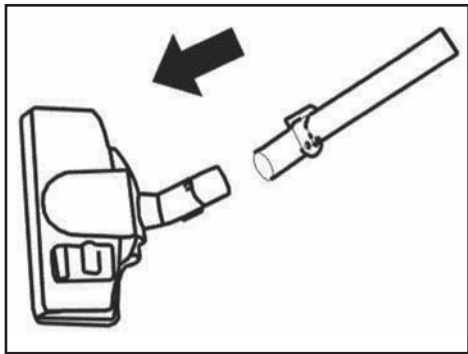

Fig. 4
4. Acople el cabezal para combinación de suelos introduciéndolo en el tubo de metal (Fig. 4).